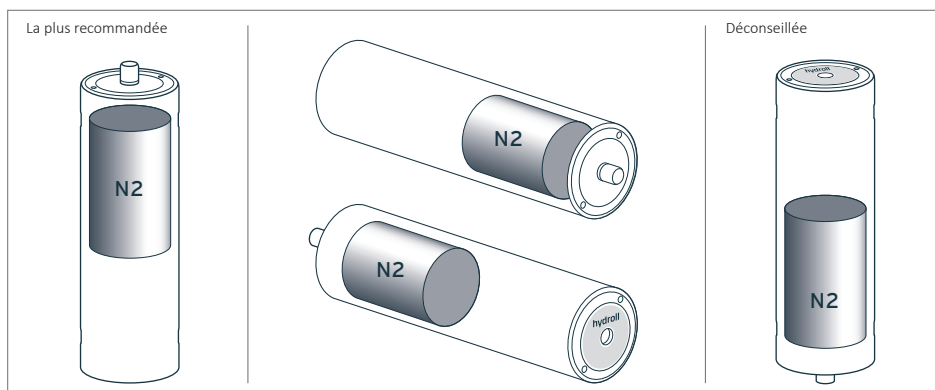

FIGURE 5.2 Positions de montage
6. Dans la mesure du possible, installer l'accumulateur en position verticale, côté gaz vers le haut. Cela aura pour effet d'allonger au maximum la durée de vie utile de l'accumulateur. D'autres positionnements sont également autorisés. L'accumulateur de pression à piston jouit en effet d'une construction fonctionnelle, et ce, quel que soit son positionnement. Voir la figure 5.2.